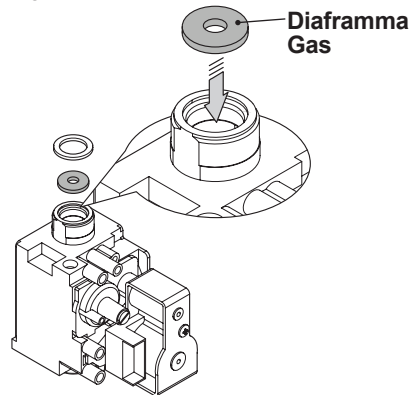

Figura 8.2
- Eseguire la trasformazione del tipo di gas sostituendo correttamente il diaframma gas (Figura 8.2), facendo riferimento alla sezione "Dati tecnici M270V.2530 SM" a pag. 22.